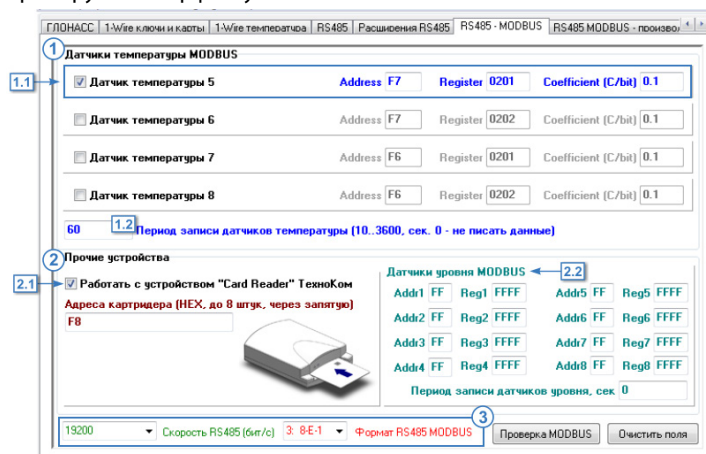

Рис.35. Вкладка «RS-485-MODBUS».
Для того чтобы разрешить работу прибора с датчиком температуры MODBUS, необходимо в конфигураторе установить галочку напротив нужного датчика, затем задать настройки этого датчика (Рис.35, п.1.1). Прибор поддерживает работу с датчиками температуры 5-8. Данные, считанные с датчика температуры MODBUS (например, с 5 датчика), будут записаны в показания соответствующего датчика 1-Wire (5 датчика 1-Wire).
- **Период записи датчиков температуры** (Рис.35, п.1.2) – интервал времени, через который прибор будет записывать показания датчиков температуры. Минимальное значение периода – 10 секунд, максимальное значение – 3600 секунд, 0 – не писать данные. Этот параметр дублируется на вкладке «1-Wire температура».
- **Устройство «Card Reader» производства ТехноКом.** Всего к контроллеру «АвтоГРАФ» может быть подключено до 8 устройств «АвтоГРАФ-CR». Для того чтобы разрешить работу прибора с устройством «АвтоГРАФ-CR» производства ООО ТехноКом, подключаемого по интерфейсу RS485-MODBUS, необходимо установить галочку напротив опции «Работать с устройством «Card Reader» ООО ТехноКом» (Рис.35, п.2.1), затем в поле «Адрес картридера» задать адрес устройства «АвтоГРАФ-CR» на шине. Адреса следует задавать в формате HEX, через запятую. Если к прибору «АвтоГРАФ-GSM» подключено одно устройство «АвтоГРАФ-CR», то по умолчанию его адрес – F0.
- **Датчики уровня MODBUS.** К прибору «АвтоГРАФ» по шине MODBUS одновременно может быть подключено до 8 датчиков уровня. Для подключения датчика уровня MODBUS необходимо задать адрес и другие настройки этого датчика в контроллере «АвтоГРАФ» (Рис.35, п.2.2):